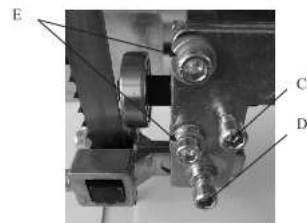

Рисунок 10
- Ослабьте болт (Рис. 10С), чтобы закрепить положение подшипника. Убедитесь, что подшипник установлен максимально близко к заднему краю лезвия. Подшипник должен иметь зазор 1/32" с лезвием. Затяните болты после регулировки.
- После регулировки закрепите защитный кожух лезвия в кронштейне, затянув два винта (Рис. 10Е).